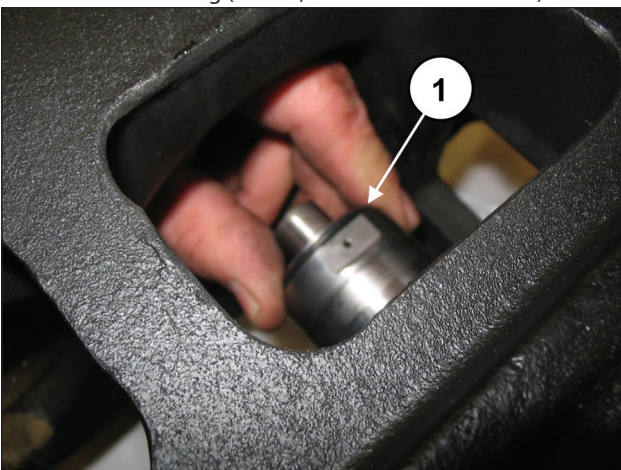
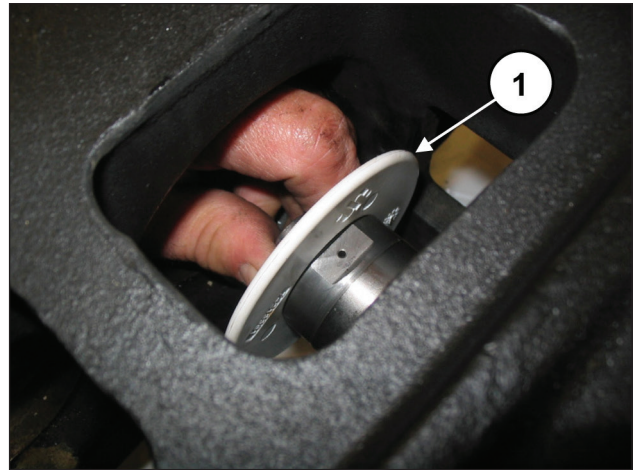

Abb. 144
Abb. 145
Eichen Sie die Schrauben mit einem Drehmomentschlüssel, wie in Kapitel 3 gezeigt. Montieren Sie den Spritzschutz samt O-Ring in die Aufnahme an der Kolbenführung (Pos. ①, Abb. 144 und Abb. 145).